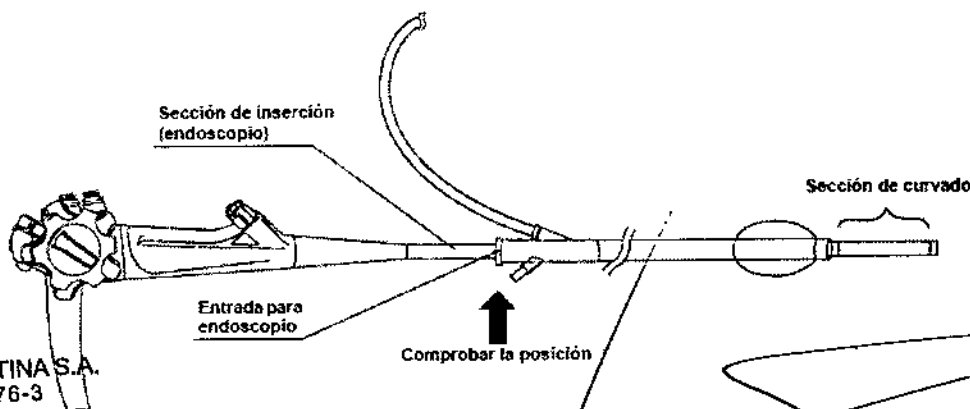

Figura 3
4. Introduzca la sección de inserción del endoscopio en la entrada para endoscopio del tubo de protección de un solo uso de forma que la sección de curvado salga del extremo distal del tubo de protección de un solo uso (consulte la figura 3).
5. Coloque el extremo distal del tubo de protección de un solo uso justo antes de la sección de curvado del endoscopio. Compruebe la posición de la entrada de endoscopio del tubo de protección de un solo uso y el tubo de inserción del endoscopio. Este lugar indica el límite de inserción del tubo de protección de un solo uso a lo largo del tubo de inserción del endoscopio (consulte la figura 3).